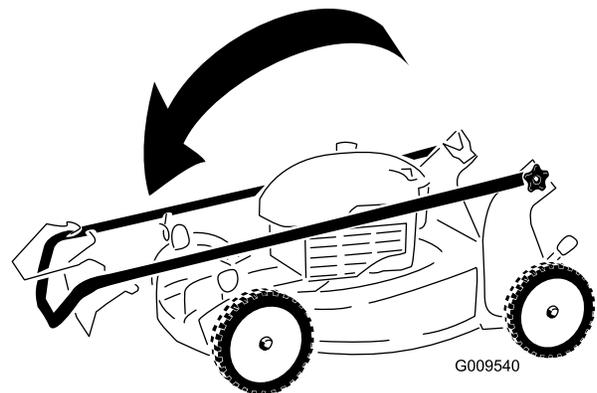

Рисунок 24
2. Поверните верхнюю рукоятку вперед, как показано на Рисунок 24.